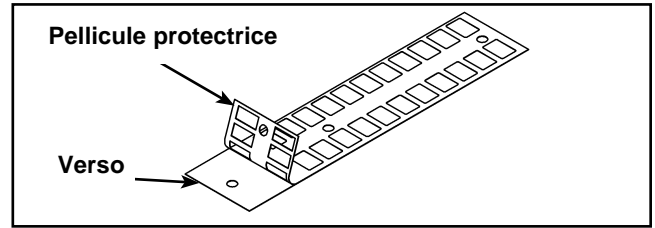

Figure 14
- A. Détachez lentement et avec précaution le verso de l'autocollant. Reportez-vous à la figure 14. **REMARQUE :** Lorsque vous détachez l'envers, assurez-vous que les autocollants demeurent fixés sur l'adhésif.